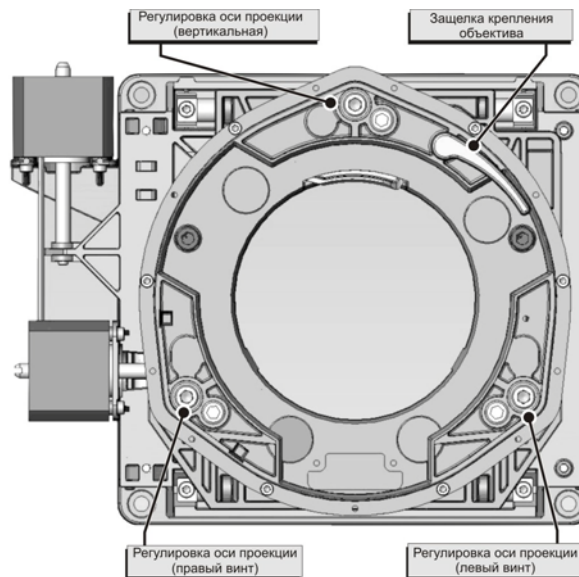

РИСУНОК 3-11 КРЕПЛЕНИЕ ОБЪЕКТИВА
**ПРИМЕЧАНИЯ.** **1)** Проектор должен быть полностью собран и включен на постоянном месте эксплуатации. **2)** Если в дальнейшем планируется использовать насадку на объектив, установить ее нужно сейчас. **3)** Для регулировки необходимы ключи под внутренний шестигранник 3/16" и 5 мм Allen® (Рисунок 3-11).